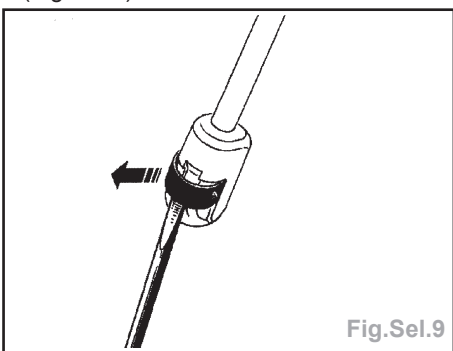

Fig.Sel.9
- Déclipser les équilibres de hayon (sur le vitrage) à l'aide d'un petit tournevis plat, écarter les griffes du clip de maintien, sans le faire sortir de son logement (Fig.Sel.9).